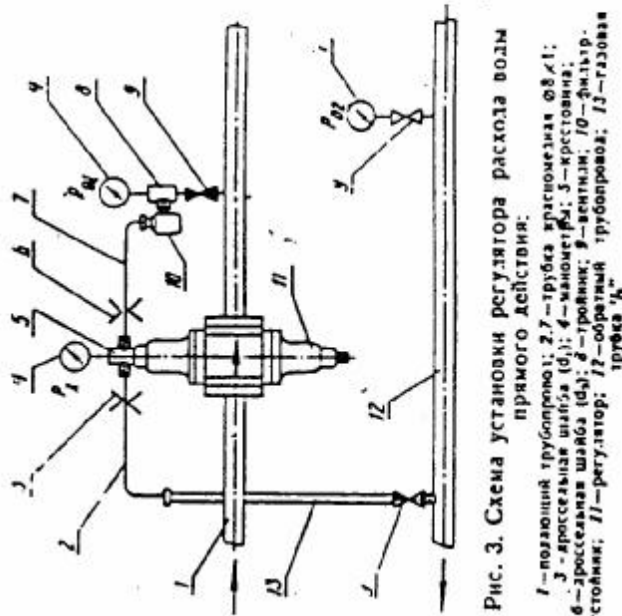

Рис. 3. Схема установки регулятора расхода воды прямого действия:
2.4. Схема соединений гидравлических элементов при монтаже должна соответствовать указанной на рис. 3.
3.4. Настраивайте регулятор при открытой задвижке на подающей трубе и вентиле на импульсной трубке (рис. 3).